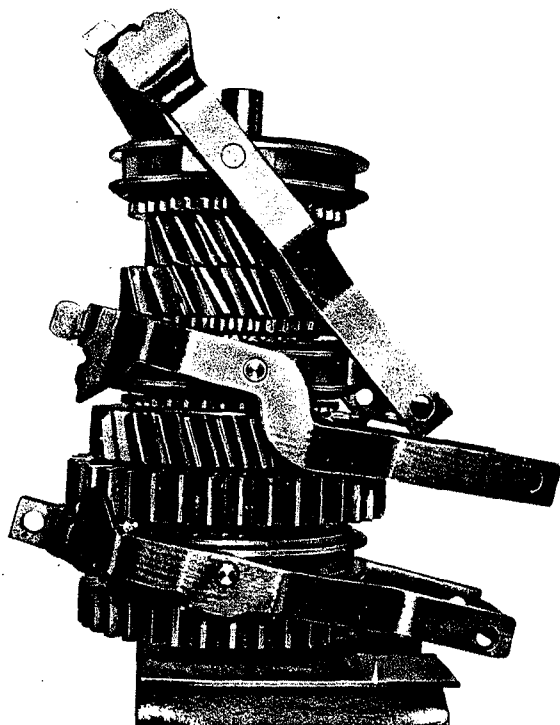

Fig. 40
20. Avec de la graisse, coller les coulisseaux (603) dans les alésages des fourchettes d'enclenchement (604 et 606). Mettre les fourchettes en place dans les manchons baladeurs correspondants (fig. 40).